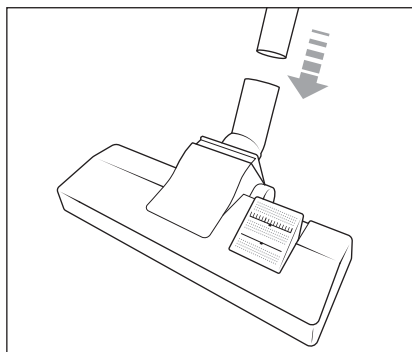

Fig. 2
- 2) Împingeți țeava de aspirare telescopică **15** în peria pentru podea **14** până când aceasta se așază în poziție fixă în peria pentru podea **14** (a se vedea fig. 2).